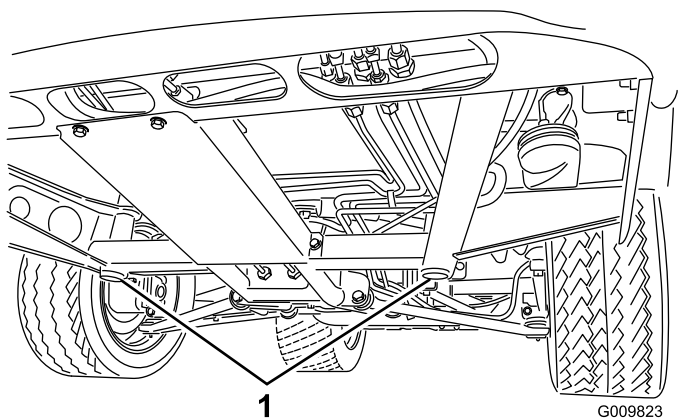
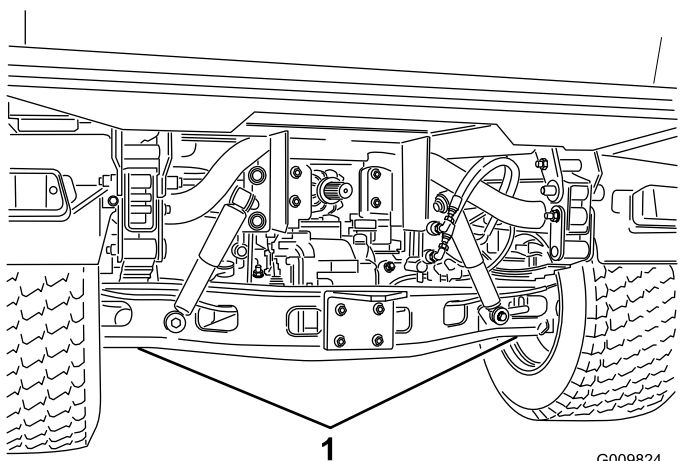

Figura 36
Figura 37
- Il punto di sollevamento della parte anteriore della macchina si trova sotto il supporto anteriore centrale del telaio (Figura 36), mentre quello della parte posteriore si trova sotto l'assale (Figura 37).